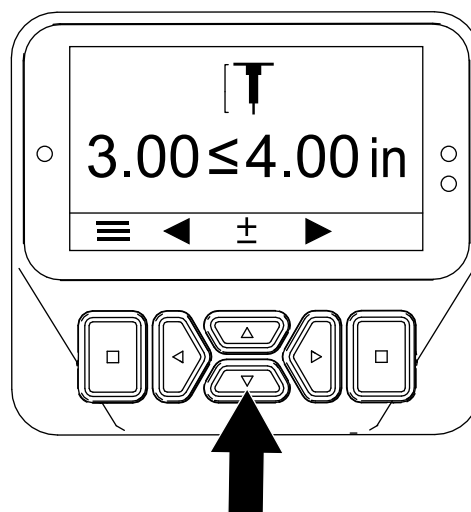
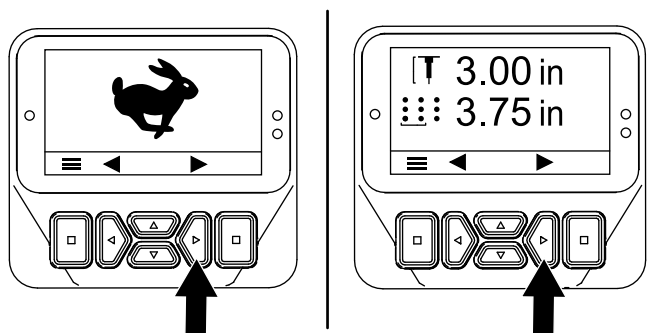

Figura 52
Figura 51
3. Prima o botão direito até ser mostrado o ecrã que permite configurar a profundidade dos furos (Figura 51 e Figura 52).
4. Ajuste a profundidade dos dentes com os botões cima/baixo (Figura 52) conforme indicado a seguir: